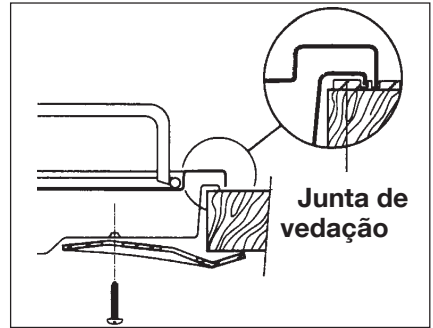

Fig. 8
- Fixe o fogão com os respectivos grampos de fixação (Fig. 8).